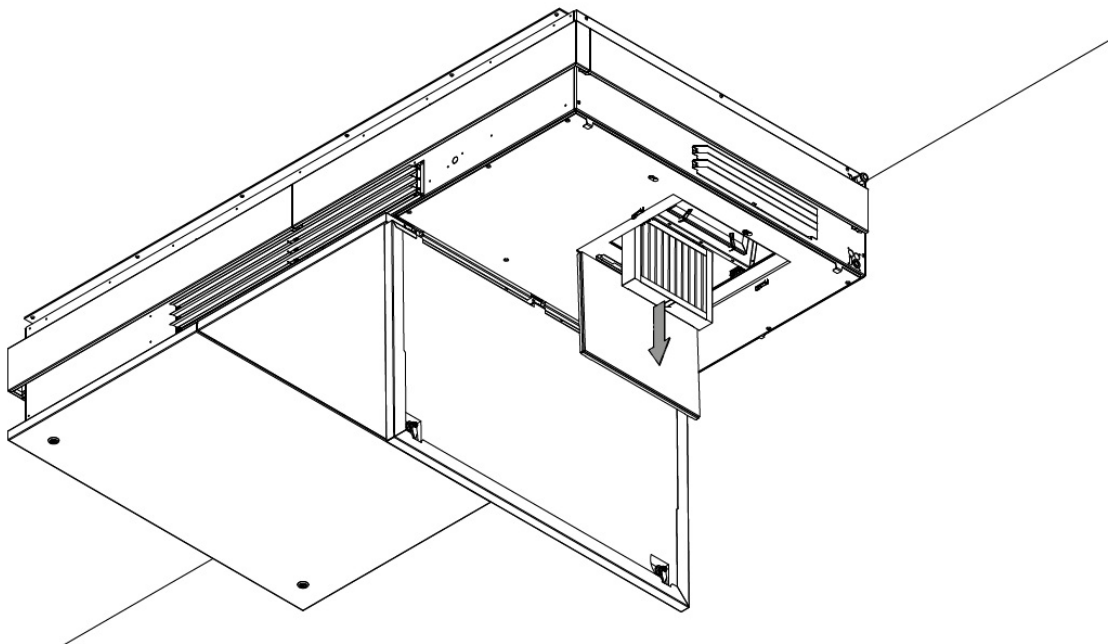
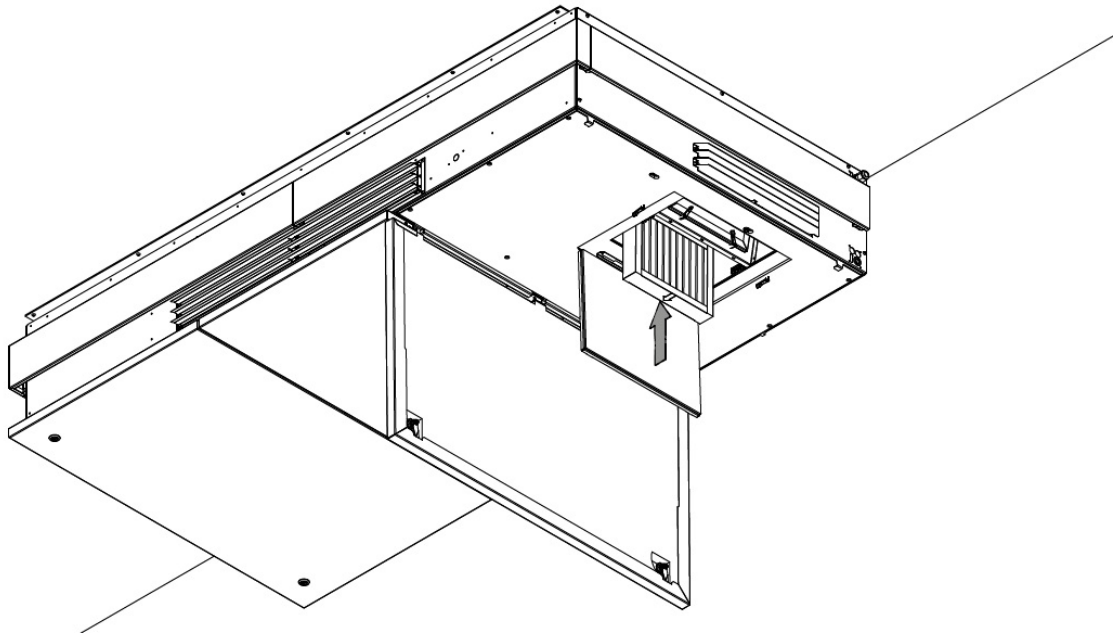

Abbildung 15: Herausnehmen des Feinfilters
Abbildung 16: Ersetzen des Feinfilters durch einen neuen
7. Nehmen Sie den Filter heraus und ersetzen Sie ihn durch einen neuen, siehe Abbildung 15 und Abbildung 16.